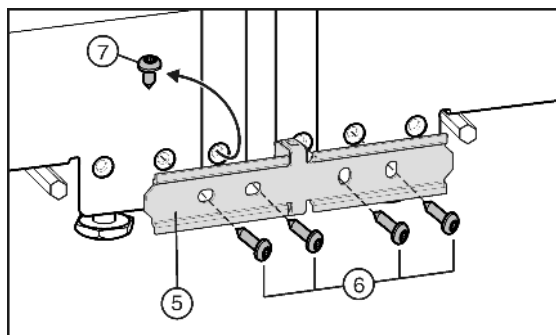

Fig. 6
- ▶ Якщо пристрій устаткований попередньо змонтованим гвинтом Fig. 6 (7): Викрутіть гвинт.
- ▶ Закріпіть з'єднувальний лист Fig. 6 (5) на одному пристрої за допомогою двох гвинтів Fig. 6 (6).